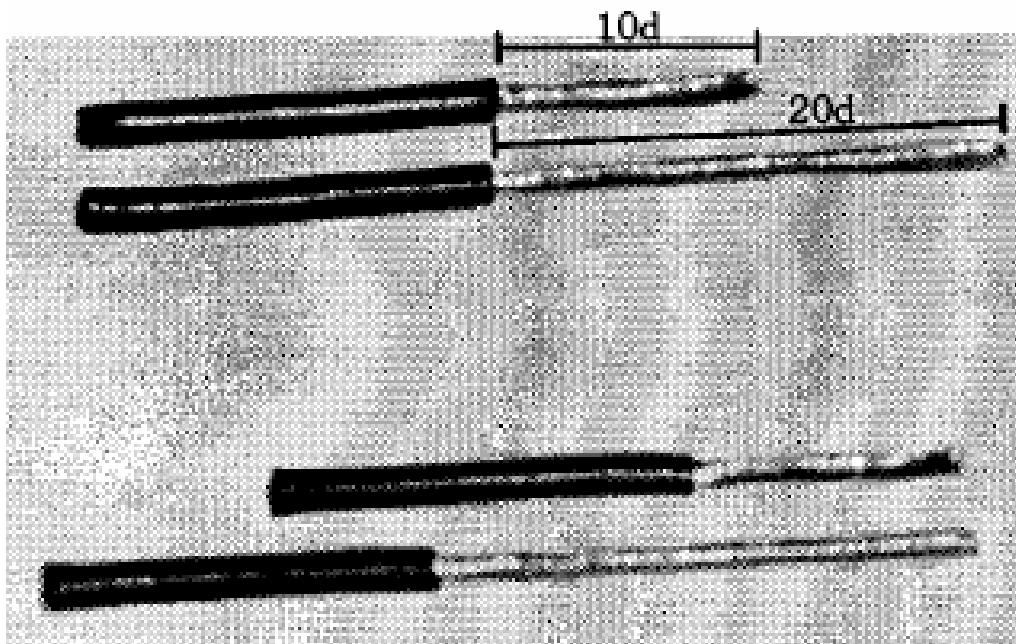

**Figura 10.30**
5. Dobre o condutor rígido, como mostra a **figura 10.30**.